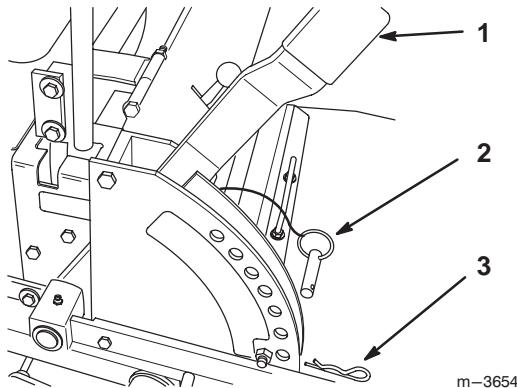

Bild 10
1. Stellen Sie den Schnitthöhen-Einstellhebel in die Transport- oder die 114-mm-Stellung (Bild 10).
2. Entfernen Sie den Splint und den Lastösenbolzen zum Einstellen der Schnitthöhe aus dem Schnitthöhen-Einstellbügel (Bild 10).
3. Wählen Sie das Schnitthöhenloch im Schnitthöhen-Einstellbügel, das der gewünschten Schnitthöhe entspricht, und stecken Sie den Lastösenbolzen wieder ein (Bild 10).
4. Sichern Sie den Lastösenbolzen mit einem Splint ab (Bild 10).